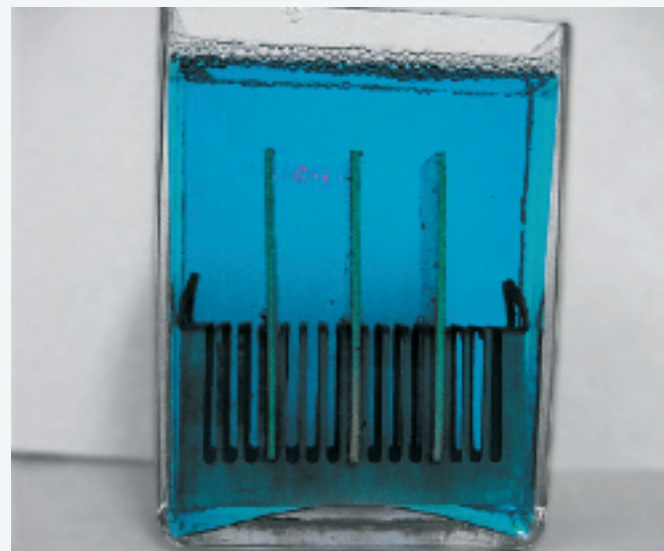

Рис. 4. Емкость для погружения образцов материала в испытательную
- в свободном состоянии (контрольный образец прокладочного материала помещается в среду на определенное время, изменения в состоянии прокладочного материала и его характеристиках фиксируются) (**см. рис. 4**);